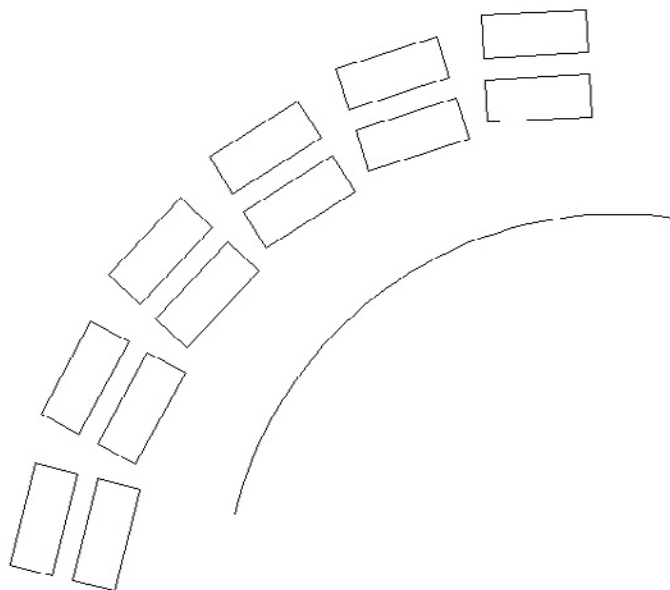

Рис. 6.12. Готовый массив
- Нажмите клавишу **Enter**, чтобы завершить построение массива. Исходный объект будет удален, и на экране останется только созданный нами массив (рис. 6.12).